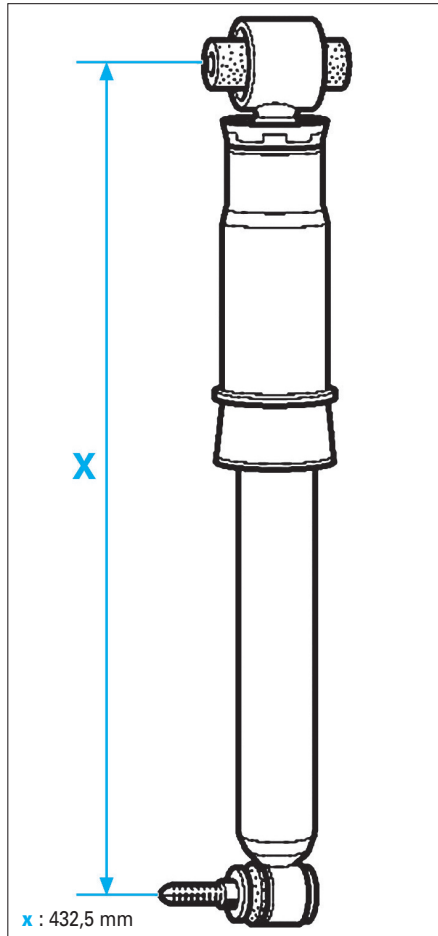

FIG. 21
- Ajuster à l'aide du vérin d'organes l'amortisseur (x) de 432,5 mm (Fig.21).